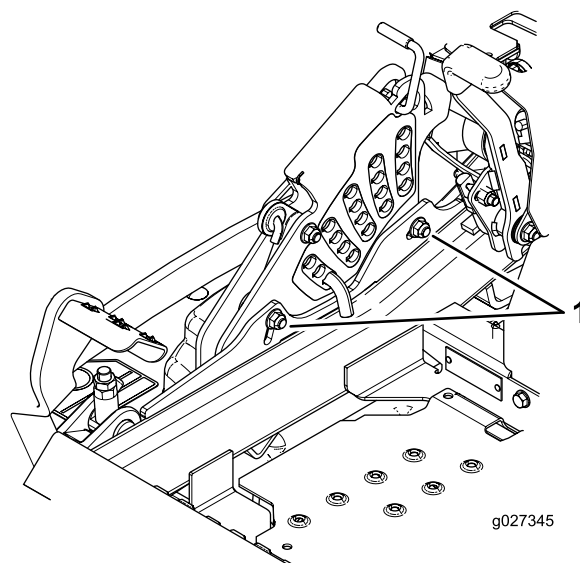

**Figure 114**
- Ajustez précisément le serrage de l'écrou de réglage sur l'ensemble de levage du tablier avant (Figure 114 ou Figure 115).